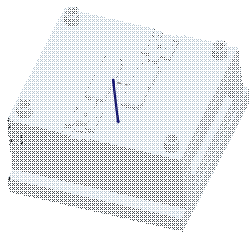
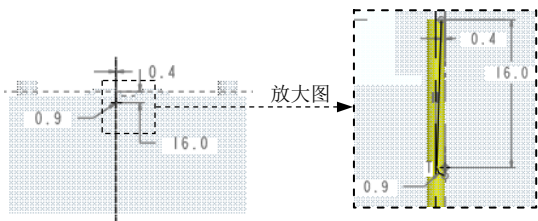

图 31.85 激活顶杆 1
图 31.87 截面草图
Step6. 编辑顶杆 1。在模型树中选择 **EMX_EJECTOR_PIN010-1743.PRT** 并右击，从弹出的快捷菜单中选择 **激活** 命令，激活顶杆，如图 31.85 所示（此顶杆与 Step3 中创建的浇口相干涉）；单击 **模型** 功能选项卡 **形状** 区域中的 **旋转** 按钮，此时系统弹出“旋转”操控板；选取 MOLD_RIGHT 基准平面为草绘平面，然后选取图 31.86 所示的表面为参考平面，方向为 **右**，绘制图 31.87 所示的截面草图；完成截面的绘制后，单击“草绘”操控板中的“确定”按钮 **✓**；在操控板中单击 **旋转** 按钮，然后单击 **✓** 按钮，完成特征的创建。